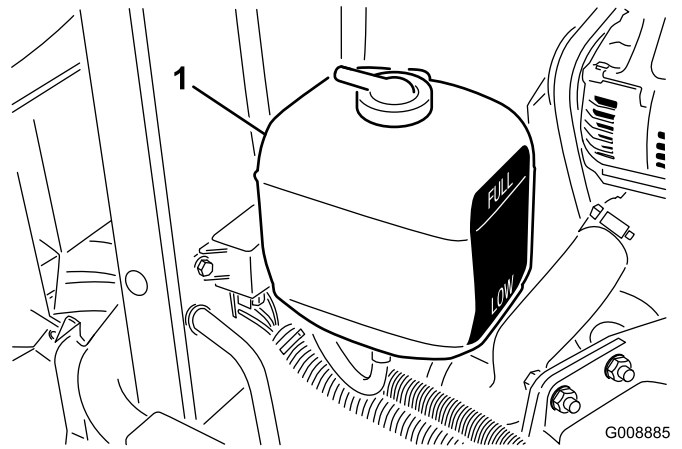

Figura 36
1. Compruebe el nivel de refrigerante del depósito de expansión (Figura 36).